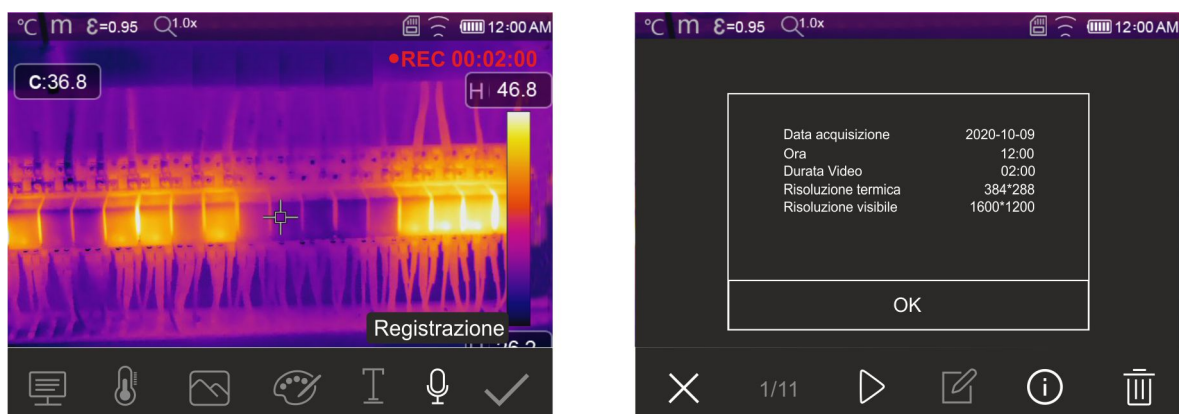

Fig. 51: Registrazione video IR
2. **Premere e tenere premuto il tasto T (Trigger) per almeno 2s.** L’indicazione “REC” e il tempo di registrazione sono mostrati nella parte alta ad indicare la registrazione in corso (vedere Fig. 51)